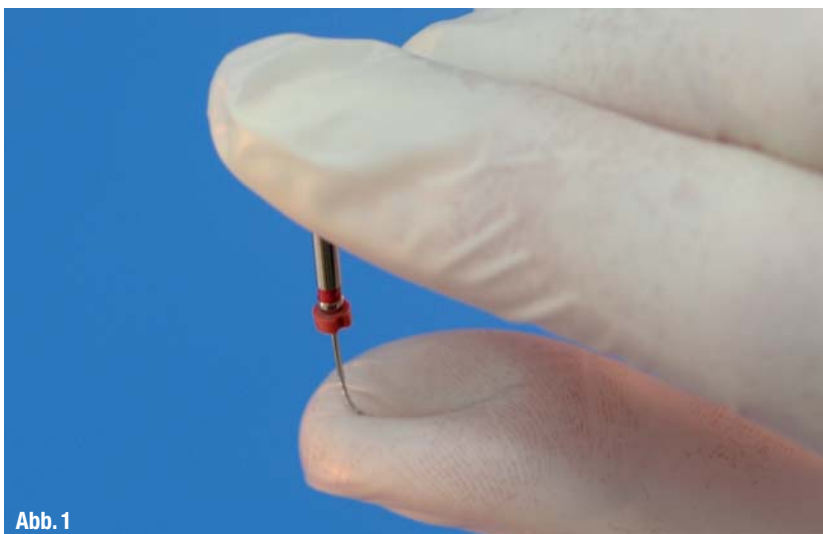
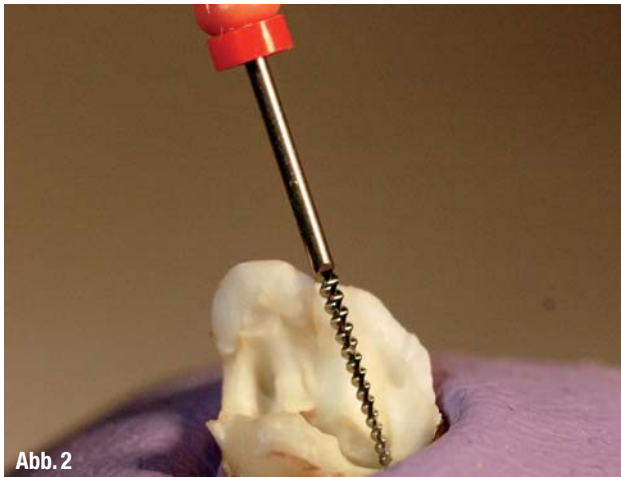
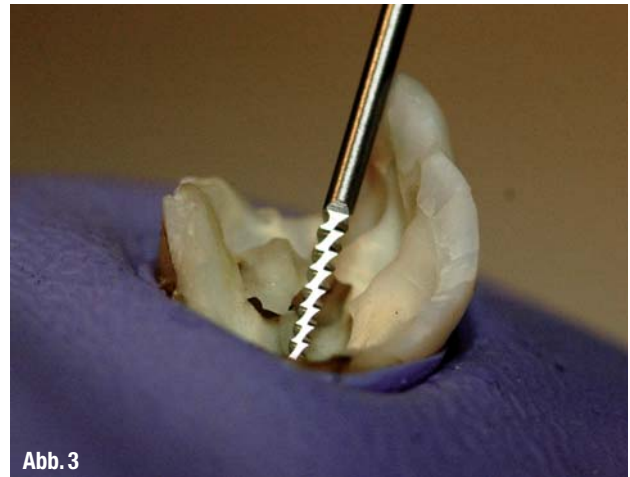

Abb. 1
Abb. 2
Abb. 3
■ **„Safe“, also sicher, sind sie.** Der Hersteller wirbt selbstbewusst: „Versuchen Sie doch einmal dieses Instrument zu brechen!“ (Abb. 1). Sie werden schnell sehen, warum sie „safe“ sind. Und „Side“ übersetze ich mit dem Schneidendesign, da es auf einer Seite abgeflacht ist (Abb. 2 und 3). Nun gibt es ja inflationär viele Feilen und deren Designs und alle wollen sie von sich glauben machen, sie seien die Ultimativen. Endo-Fachleute arbeiten aber nie mit nur einem System, sondern
▲ Abb. 1: „Versuchen Sie sie zu brechen!“, wirbt der Hersteller. Und er hat recht. Das schaffen Sie bei den SafeSider-Feilen und dem EZ-Fill Instrument nicht.
▲ **Abb. 2:** Die Arbeitsseite für eine effektive Kanalaufbereitung. ▲ **Abb. 3:** Die „flache“ Seite der Feile dient dem effektiven Abtransport des Kanalmölls.
tueller Bruchgefahr für sinnvoll, unter anderem, um dem nachfolgenden Masterpoint zu ermöglichen – ohne zu viel Kondensieren, das sprengt häufig den Zahn – die Kanalfüllung möglichst randdicht zu gestalten sowie vorhandene Seitenkanäle gut mit abzufüllen. Aber wenn schon kein Lentulo, was dann? Ich empfehle, seitdem ich es einmal ausprobiert habe, das EZ-Fill-Instrument (Abb. 9). Ja, es ist auch eine Spirale, aber eine ganz besondere und aus Nickel-Titan. Wie flexibel sie ist, können Sie auf Abbildung 1 sehen.